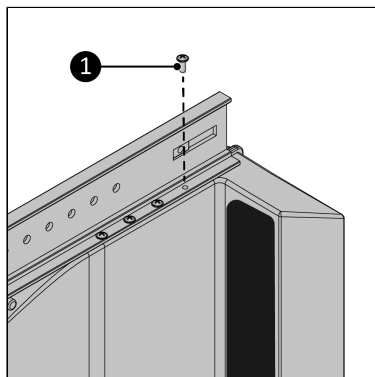

Figure 200.
5. Vissez le rail principal sur le Way-out au moyen des huit vis 3,5 x 12 mm (Figure 200, pos. 1). Assurez-vous que tous les trous de vis correspondent.